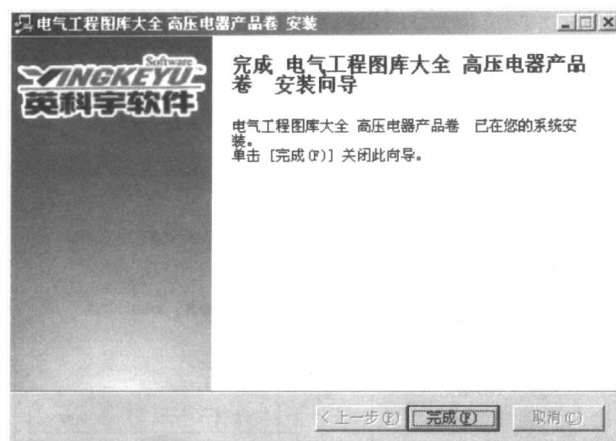

图 1-4 “安装完成”对话框
(4) 安装完毕后, Windows 桌面上将会生成名为“高压电器产品”的图标, 并弹出如图 1-4 所示的“安装完成”对话框, 表示该软件已经安装成功。如果没有出现上述提示, 则表明安装程序没有正常执行完毕, 建议重新安装。